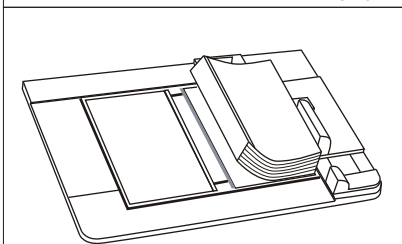

ABBILDUNG 12
3. Platzieren Sie den Papierblock so auf dem Hardcover Umschlag, dass er bündig mit der transparenten Anlagevorrichtung abschließt. Drücken Sie nun den Papierblock an der linken Seite fest nach unten, damit er durch den schmalen Klebestreifen fixiert wird (siehe Abbildung 12). Ihr Buch befindet sich somit mittig auf dem Hardcover™ Umschlag.